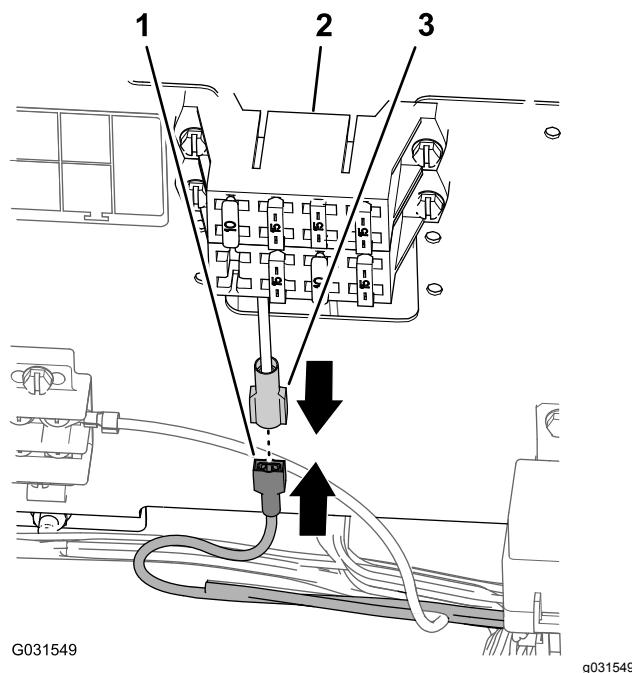

Figure 203
1. Si le porte-fusibles comprend un connecteur à lame pour la machine, branchez le connecteur à lame du faisceau du kit de finition au connecteur à douille du porte-fusibles de la machine (Figure 203).